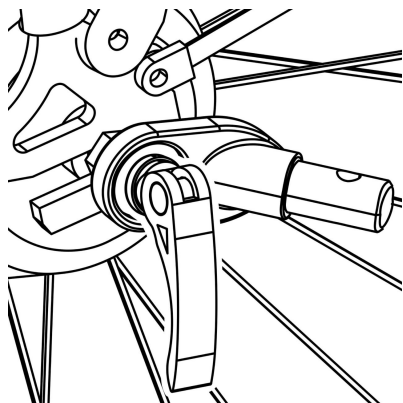

Figura 10
1. Asse a sgancio rapido : rimuovere lo sgancio rapido dal lato sinistro dell'asse posteriore della bicicletta. Installare l'attacco tra lo sgancio rapido e il telaio. Stringere lo sgancio rapido seguendo il manuale del produttore della bicicletta. Il gancio può rimanere sulla bicicletta quando il rimorchio viene rimosso (Figura 10).